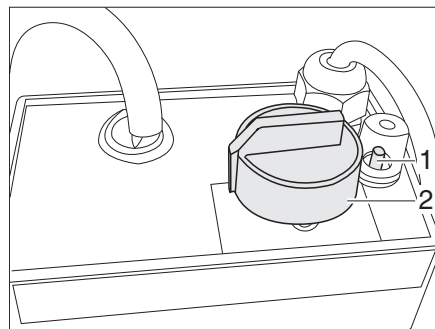

Fig. 118 Regolatore per riscaldamento elettrico del pavimento
- Ruotare il pomello girevole (Fig. 118,2) sulla potenza di riscaldamento desiderata.
- Ruotare il pomello girevole (Fig. 118,2) sulla posizione "0".
In caso di sovraccarico del regolatore, si attiva la protezione contro il surriscaldamento. Il perno (Fig. 118,1) scatta all'infuori.
- Una volta raffreddato il regolatore, premere il perno (Fig. 118,1) della protezione contro il surriscaldamento.